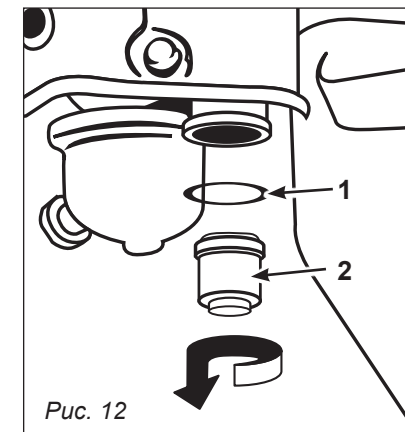

Рис. 12
Переместите топливный кран в положение «Закрыто» (OFF), открутите гайку топливного фильтра и уплотнительное кольцо. Промойте детали в растворителе, тщательно прочистите их и снова установите на прежние места. Переместите топливный кран в положение «Открыто» (ON) и убедитесь, чтобы не было утечек (рис. 12).